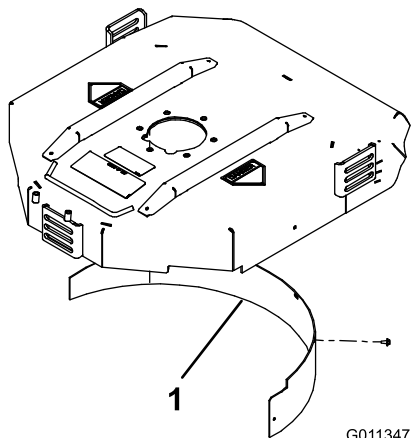

図 10
2. 後部の取り付け穴にマルチングバッフルを取り付け、フランジヘッドボルト 5 本で固定する 図 10。